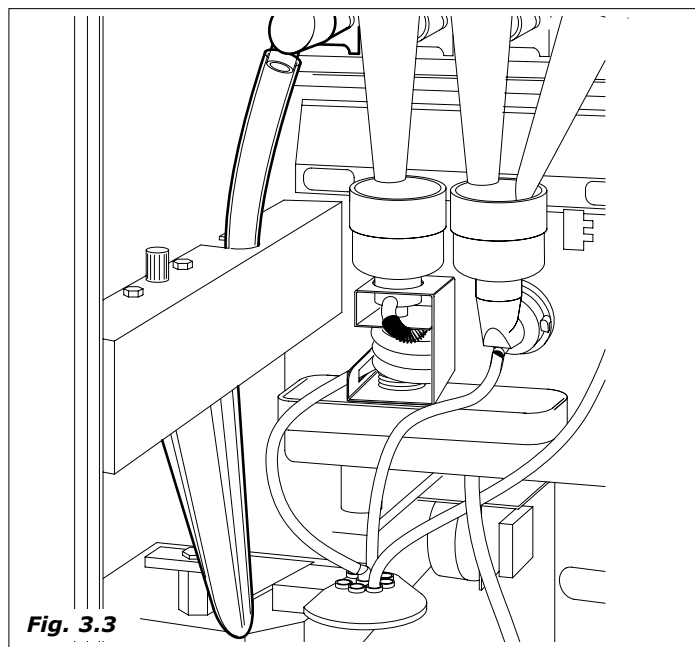

Fig. 3.3
- 1** El motorreductor acciona la espiral del contenedor de azúcar, dispensando la cantidad deseada dentro del tubo (Fig.3.3)